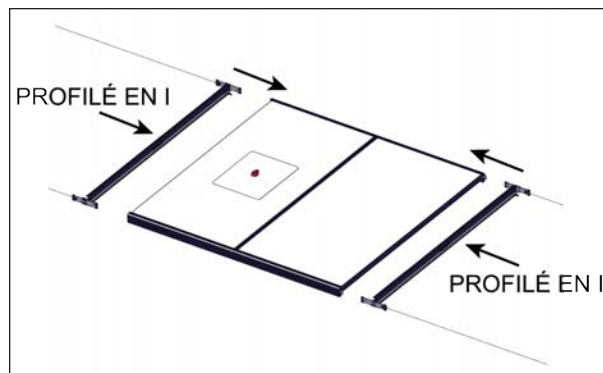
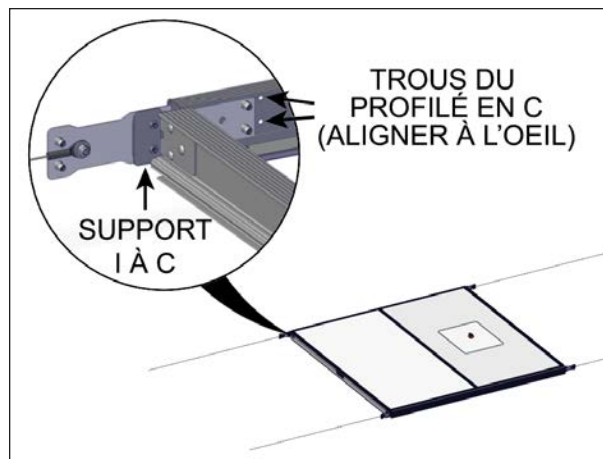

FIGURE 32: INSTALLATION DES PROFILÉS EN I AVEC PLAQUES DE FIXATION LONGUES I À C
FIGURE 33: PROFILÉ EN I AVEC PLAQUE DE FIXATION LONGUE I À C
9. Installer les profilés en I avec les plaques de fixation longues I à C de façon à ce que la portion pliée du support I à C pointe vers l'extérieur, voir Figure 32 et Figure 33.
10. Aligner manuellement les profilés en C (côtés gauche et droit) de sorte que les trous de la plaque de fixation I à C soient visibles, voir Figure 33.